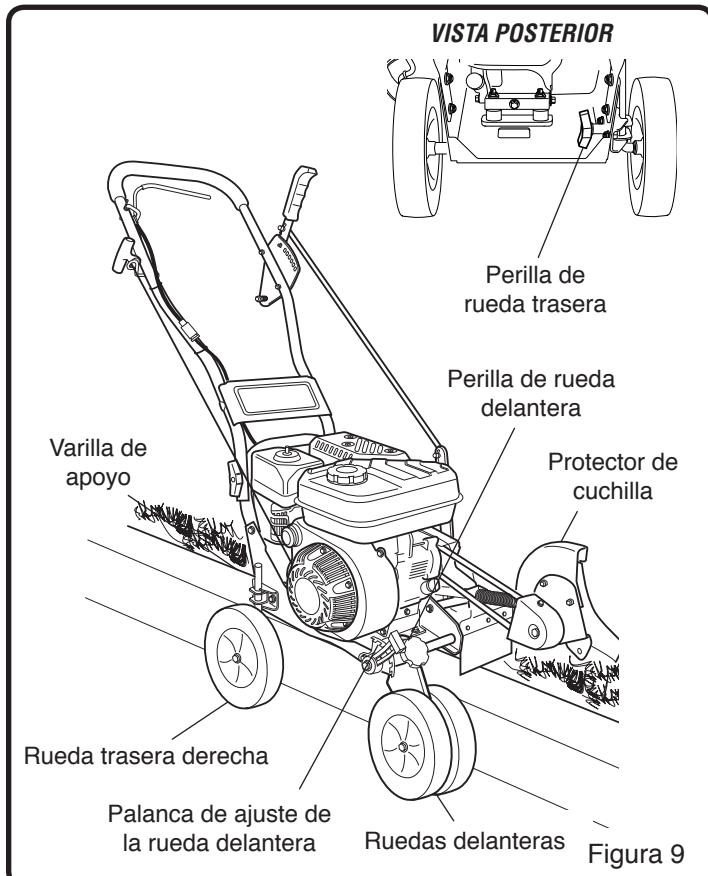

Figura 9
NOTA: La figura 9 muestra la unidad configurada correctamente para bordeado a lo largo de un cordón de acera. Consultar la figura 9 al seguir los pasos enumerados a continuación:
8. Bajar la rueda trasera derecha lo suficiente para que la unidad esté a nivel como se muestra en la figura 9.